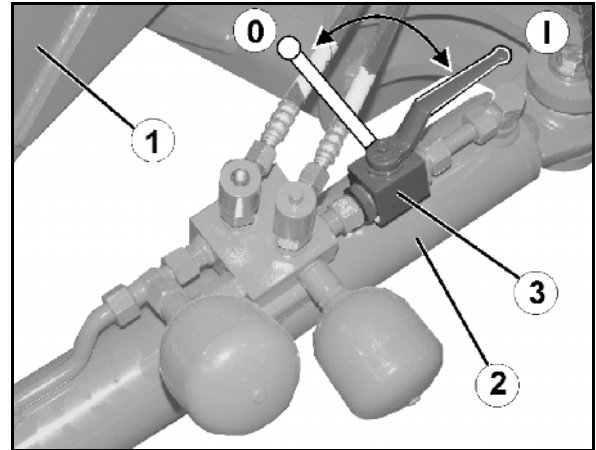

Bild 89
4. Säkra styrstången i position **0** (Bild 89/1) genom att stänga kulventilen (Bild 89/3).